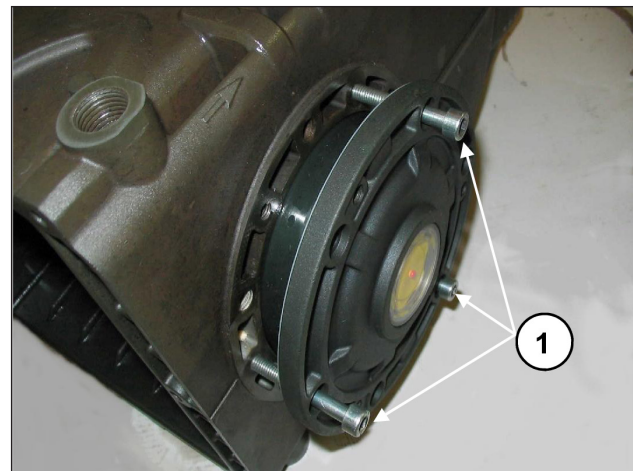

Fig. 8
Para facilitar la introducción del primer tramo y de la correspondiente introducción de las tapas sobre el cárter, se recomienda utilizar N° 3 tornillos M6 x 40 parcialmente roscados, (Fig. 8, pos. ①) para después completar la operación con los tornillos incluidos en la dotación (M6x18).
Para acercar las dos tapas laterales al cárter se pueden utilizar 3 tornillos M6x40 para una primera fase de orientación, como se indica en la Fig. 8, y los tornillos previstos para la fijación final.